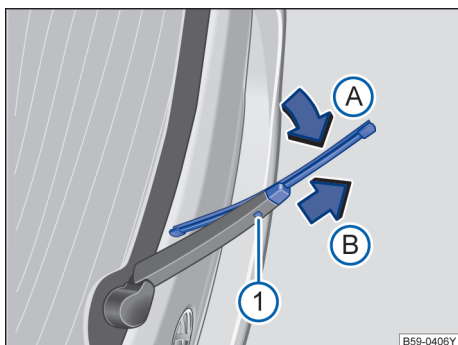

图 130 更换后风窗刮水器刮水片。
- 按住解锁按钮 → 图 130①。
- 将后风窗刮水器刮水片朝刮水器摆臂 → 图 130（箭头 A）方向翻转，同时沿箭头方向 B 拔下。会因此需要用较大的力量。